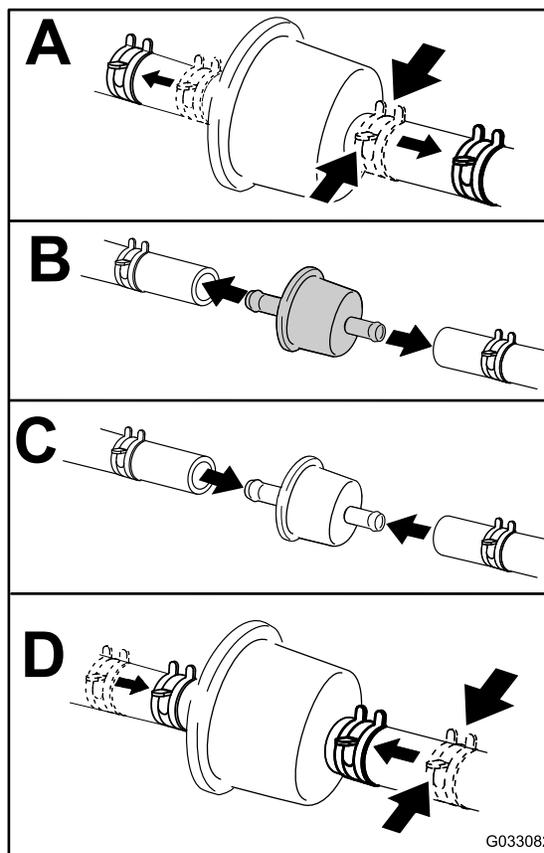

Рисунок 49
5. Замініть паливний фільтр (Рисунок 49).